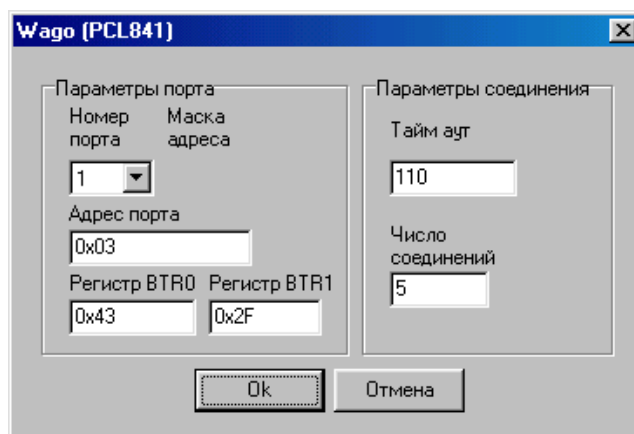

Рис. 4.5 Настройка параметров «CAN Open (PCL-841)»
4.2.7 Параметры порта «CAN Open (PCL-841)» похожи, но несколько отличаются друг от друга. Меню их настройки представлено на рис. 4.5.